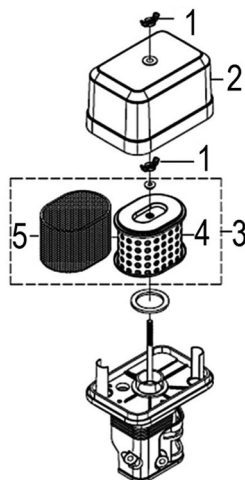

Рис. 21 Обслуживание воздушного фильтра PC1645RH
1. Открутите барашковую гайку (Рис. 21 п. 1) и снимите крышку воздушного фильтра (Рис. 21 п. 2).
2. Извлеките из корпуса воздушный фильтр (Рис. 21 п. 3).
3. Проверьте целостность и чистоту воздушного фильтра. Поролоновый (предварительный) фильтрующий элемент (Рис. 21 п. 5) установлен на корпусе бумажного (основного) фильтрующего элемента (Рис. 21 п. 4).
4. При незначительном загрязнении промойте поролоновый фильтрующий элемент (Рис. 21 п. 5) теплым мыльным раствором и просушите. Поврежденный или сильно загрязненный поролоновый фильтрующий элемент замените.
Бумажный фильтрующий элемент (Рис. 21А п. 4) не подлежит очистке, необходима его замена. Не продувайте бумажный фильтрующий элемент сжатым воздухом, не промывайте его в бензине и других растворителях. Эксплуатация двигателя с грязным или поврежденным воздушным фильтром, или без воздушного фильтра приведет к попаданию грязи и пыли в карбюратор и двигатель, что в свою очередь, станет причиной его быстрого износа. Двигатель в этом случае не подлежит ремонту по гарантии.